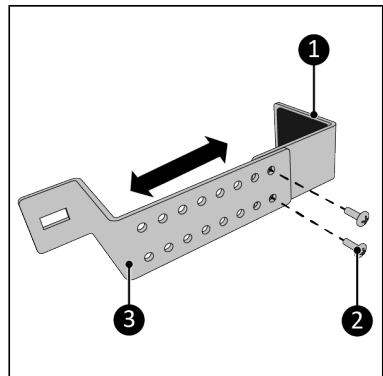

Figure 181.
3. Vissez la partie supérieure (Figure 181, pos. 1) et la partie inférieure (Figure 181, pos. 3) ensemble au moyen des deux vis M5 x 10 mm (Figure 181, pos. 2). Assurez-vous que la largeur est légèrement supérieure à la largeur du cadre de la fenêtre.